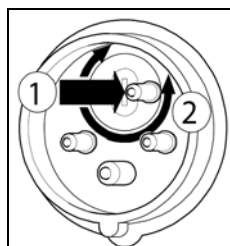

Abb. 5: Motor-Drehrichtung ändern
Schritt 1: Die Scheibe im Stecker mit einem Schraubenzieher hineindrücken und um 180° drehen (Abb. 5).